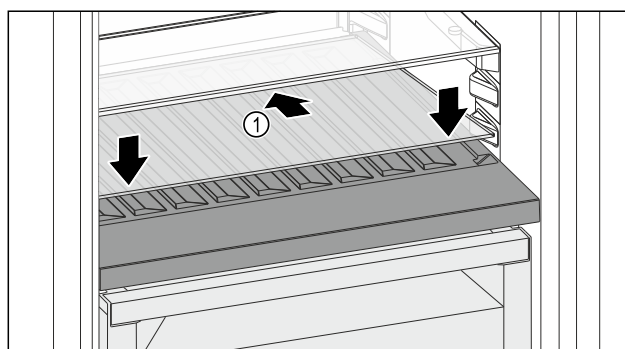

Fig. 118
- Skleněnou desku Fig. 118 (1) zasuňte šikmo a skloněnou dozadu dolů.
- Skleněnou desku Fig. 118 (1) vpředu spusťte dolů.